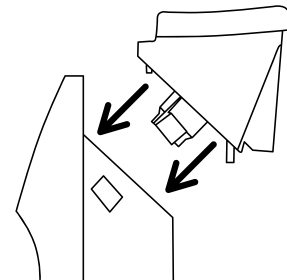

Рис. 4
2. Вставьте разъём электроподключения («папа») на блоке управления в соответствующий разъём («мама») на конвекторе. Обратите внимание, что он может быть вставлен только в одном положении, когда специальная защелка находится справа. Убедитесь, что соединение надежно и разъём блока управления полностью закреплён в конвекторе. Если разъём вставлен до конца, то должен раздаться щелчок (рис. 4).